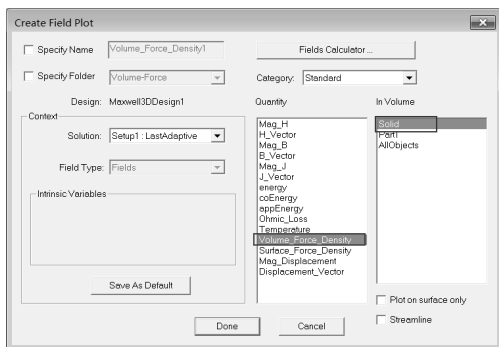
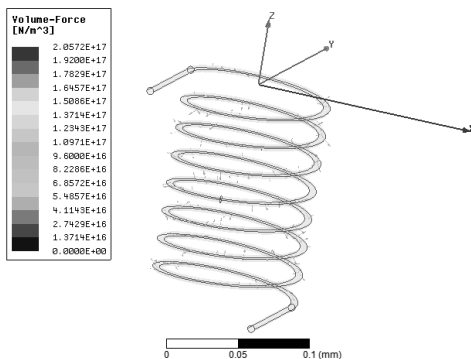

图 19-101 Create Field Plot 对话框
图 19-102 体积力密度云图
Step2：在弹出的如图 19-101 所示的“Create Field Plot”对话框的 Quantity 中选择 Volume_Force_Density 选项，在 In Volume 中选择螺线管。体积力密度云图如图 19-102 所示。